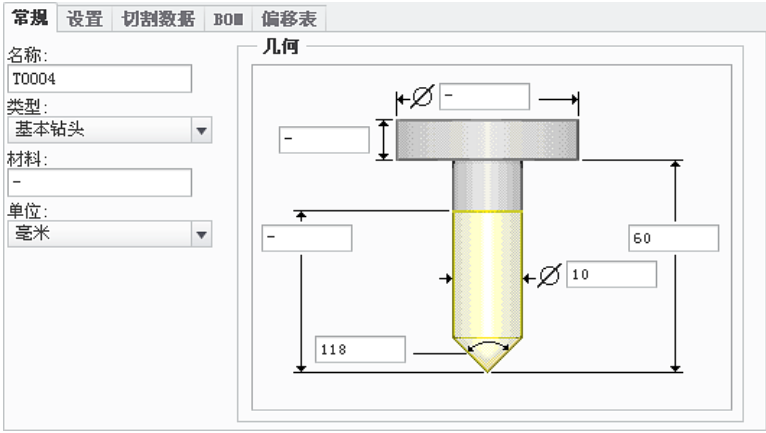

图 10.2.49 设定刀具一般参数
Step3. 刀具的设定。在弹出的“刀具设定”对话框中单击  按钮，在  选项卡中设置图 10.2.49 所示的刀具参数，设置完毕后依次单击  和  按钮，返回到“钻孔”操控板。